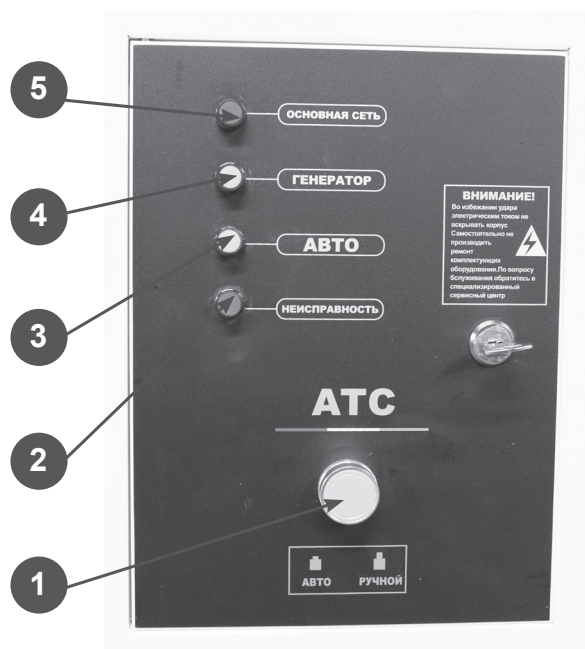

Рис.9
Кнопку (1) Рис.9 на панели блока установите в положение «АВТО».
При невозможности запуска генератора после трех попыток, система ATS остановит программу и загорится лампочка индикатора ошибок (2) Рис.9. В этом случае необходимо проверить и устранить проблему запуска двигателя, а затем перезапустить систему ATS. Для этого необходимо кнопку (1) Рис.9. установить в положение «Ручной» и через 2-3 сек. вновь установить в положение «Авто».